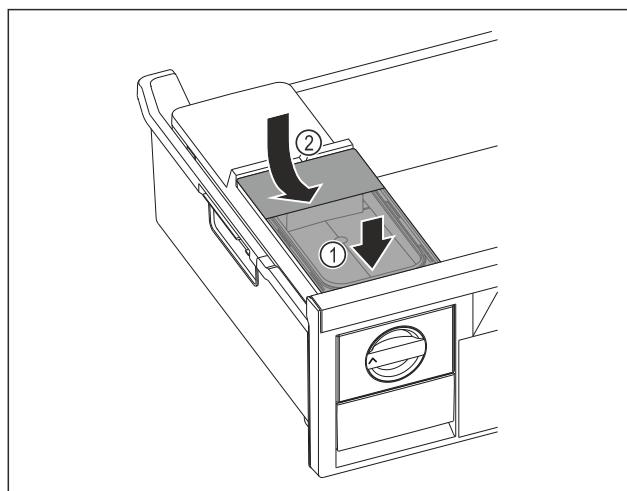

Fig. 99
- Nádržku na vodu nasadte vpred. Fig. 99 (1)
- Nádržku na vodu spustite vzadu. Fig. 99 (2)